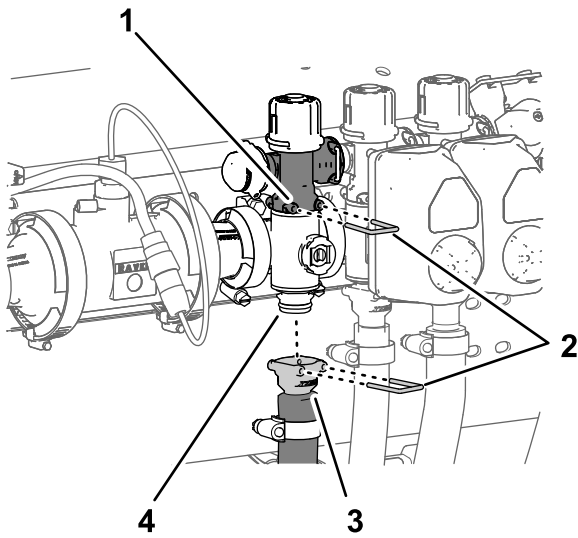

Bild 125
- Entfernen Sie den Schnellkupplungsstift, mit dem die Schnellkupplung für das Abschnittsicherheitsventil am Abschnittverteiler befestigt ist (Bild 125).
- Entfernen Sie den Schnellkupplungsstift, mit dem die Schnellkupplung für den Abschnittzulaufschlauch am Verteiler für das Schnellkupplungsanschlussstück des Abschnittverteilerventils befestigt ist (Bild 125).